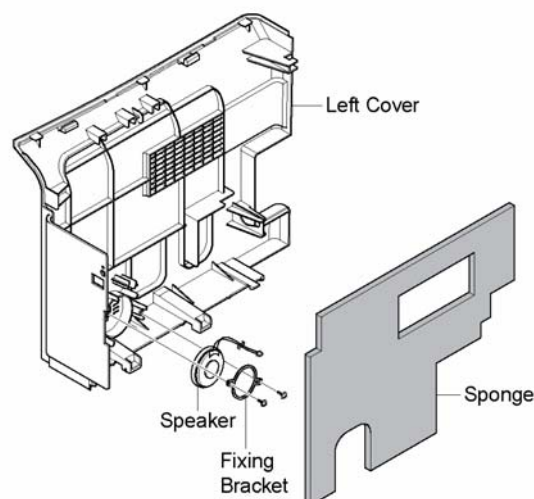

Рисунок 4
7. Если требуется, выкрутите два винта, крепящие динамик, затем снимите его, рисунок 4.